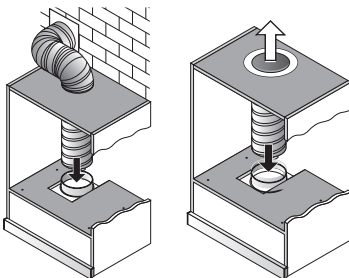

рис. 6.4
- Слідкуйте за тим, щоб всі з'єднання були міцними та щільними (рис. 6.4).